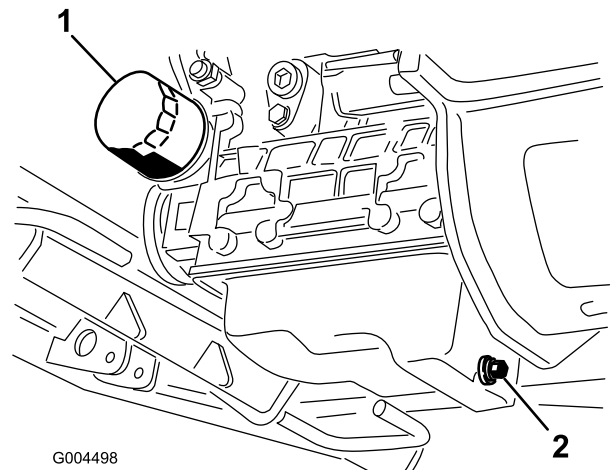

Figura 61
3. Coloque un recipiente debajo del capó, alineado con el tapón de vaciado (Figura 61).
6. Retire el filtro de aceite e instale uno nuevo (Figura 61).